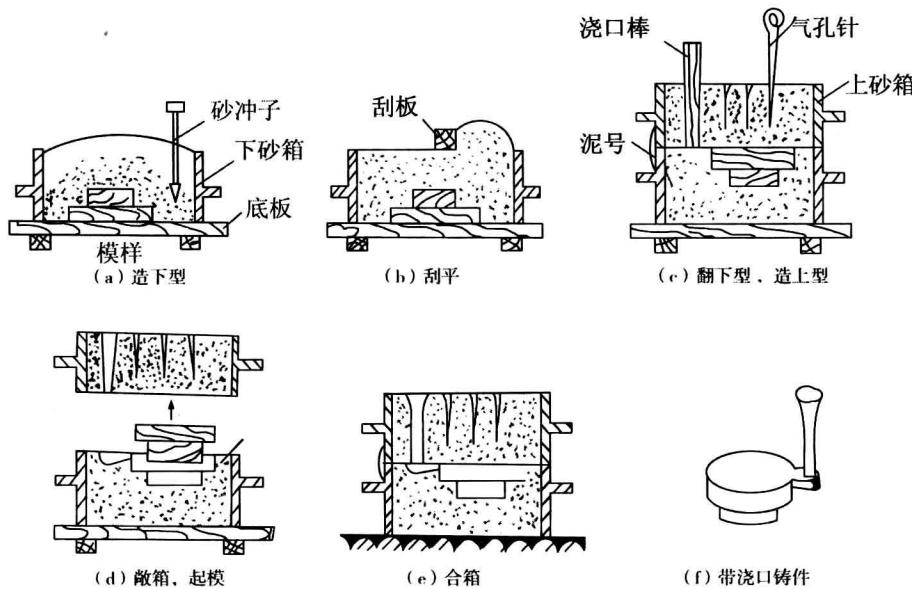

图 2-1 整模造型过程
- (1) 整模两箱造型如图 2-1 所示,是一个凸台工件的整模两箱造型操作步骤。